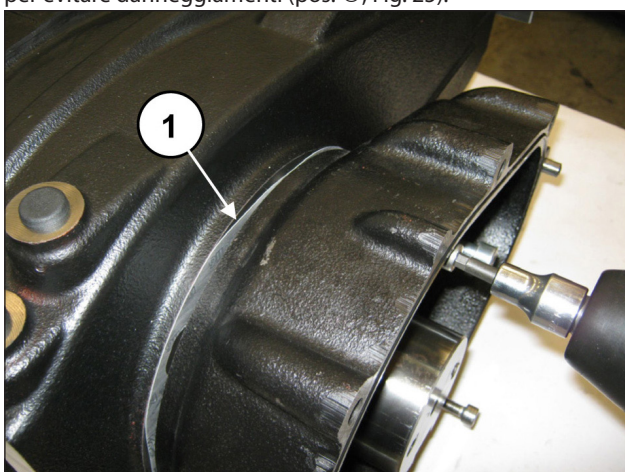
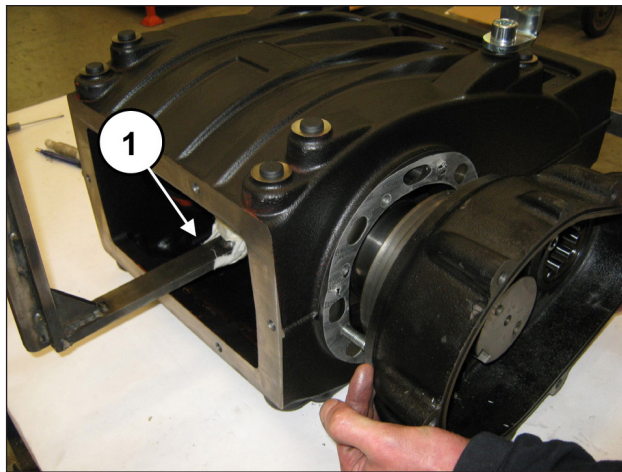

Fig. 24
Fig. 25
Avvitare le 3 viti M8 gradualmente (pos. ①, Fig. 24) per evitare che la scatola possa inclinarsi troppo e bloccarsi in sede. Provvedere alla rimozione della scatola sostenendo l'albero per evitare danneggiamenti (pos. ①, Fig. 25).